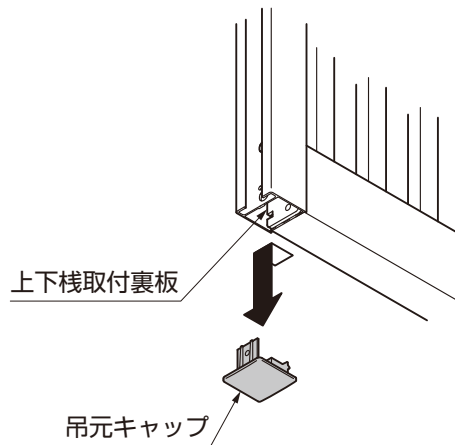

図2-2
- ②吊元キャップをスライドさせ、ツメの引っ掛かりを外しながら引き抜いてください。(図2-2、2-3参照)